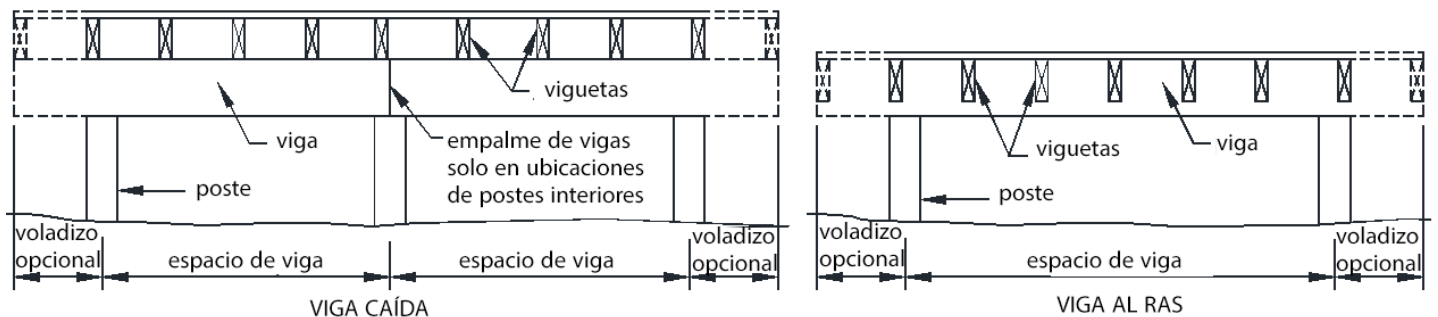

FIGURA 13: TIPOS DE VIGAS
- Las vigas caídas tienen viguetas que soportan arriba; las vigas al ras tienen viguetas con soportes colgantes en sus lados; vea las FIGURAS 5 hasta 9 y FIGURA 13.
- La longitud del tramo de la viga, como se muestra en FIGURA 13, se mide entre las líneas centrales de dos postes adyacentes y no incluye los voladizos de la viga.
- Se permite que las capas de las vigas tengan empalmes. Sin embargo, los empalmes se deben ubicar en las conexiones de los postes interiores como se muestra en FIGURA 13.